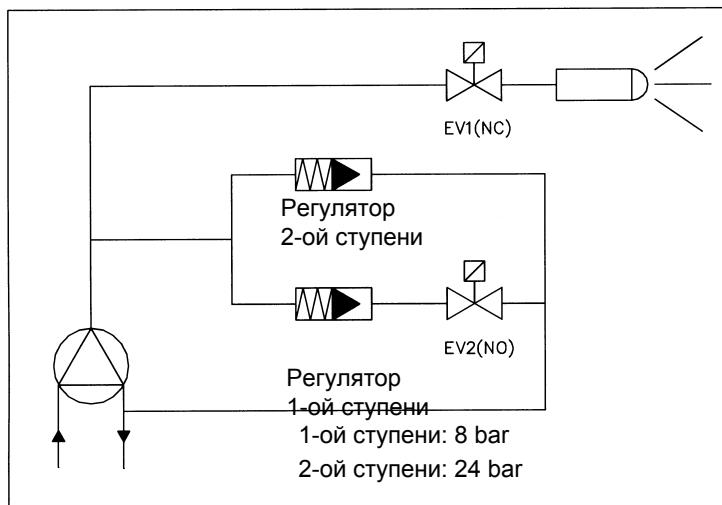

Рис. 17
2. воздействовать с помощью отвертки на винт **VR** (Рис.15): вращать против часовой стрелки для выдвижения головы сгорания вперед (Рис.17) или по часовой стрелке для того, чтобы сдвинуть ее назад (Рис. 16). Индикатор **ID** указывает на сколько сдвинулась голова сгорания.